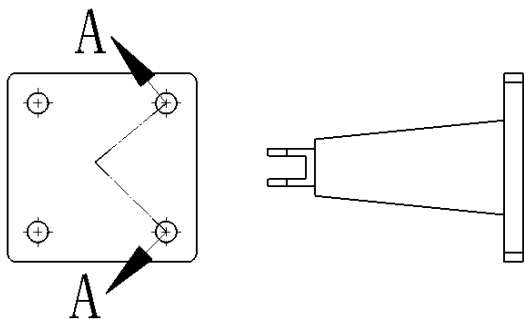
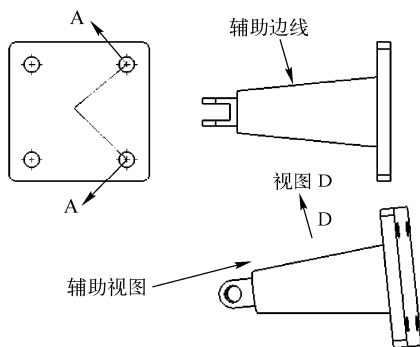

图 12-26 投影视图
图 12-27 辅助视图
4) 布局视图。依次在“视图布局”控制面板中单击“投影视图”“辅助视图”按钮,在图形区放置对应视图,得到的结果如图 12-26 和图 12-27 所示。